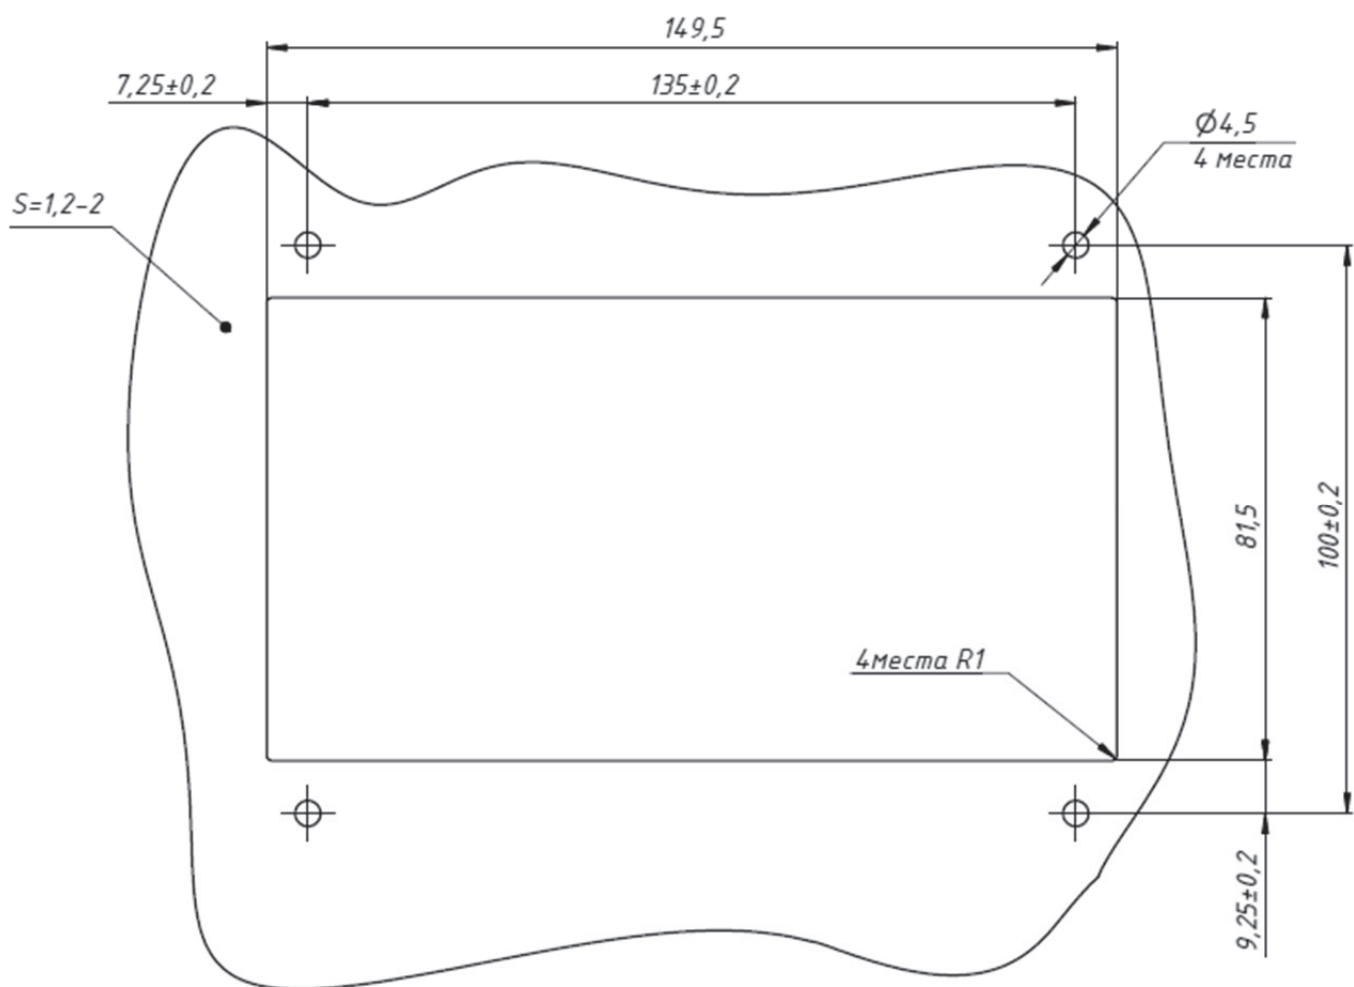

Рис. 2.2 Чертеж места установки установки ПРОЭЛ-МИНИ-02
- 2.2.4.1. Подготовьте место установки устройства согласно данным чертежа на Рис.2.2;